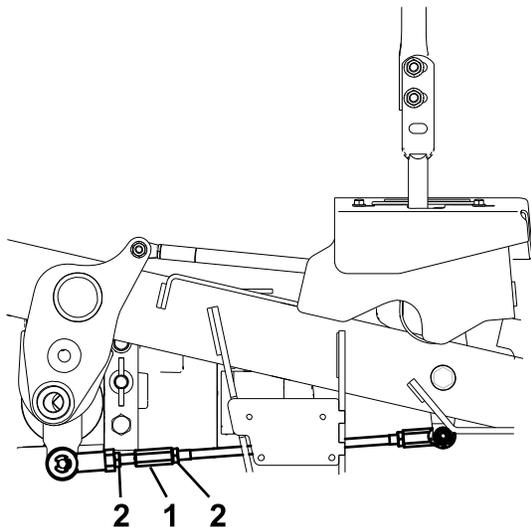

Figura 64
9. Ajuste la longitud de las varillas de control de las bombas girando las tuercas dobles de la varilla en el sentido apropiado, hasta que las ruedas se muevan ligeramente en marcha atrás (Figura 64).